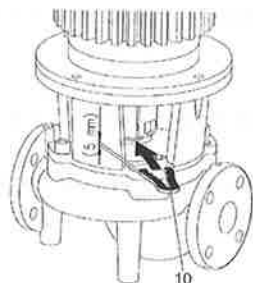

fig. 15: Applicazione della forchetta di montaggio
- Spingere la forchetta di montaggio (fig. 15, pos. 10) tra la lanterna e il giunto. La forchetta di montaggio deve essere applicata senza gioco.